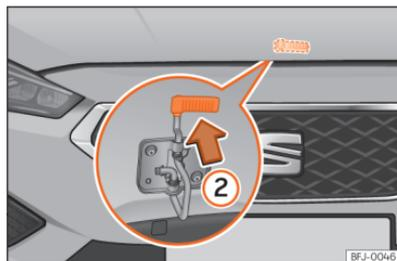

Fig. 233 Alavanca sob o capô.
• Para levantar o capô faça pressão para cima sobre a alavanca situada debaixo do capô »» Fig. 233 ②. O gancho de fixação fica desbloqueado.